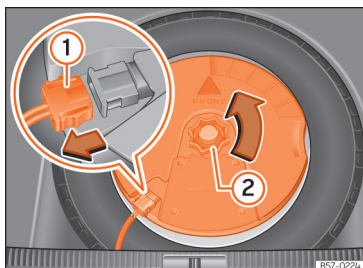

Abb. 275 Im Gepäckraum: Subwoofer ausbauen.
- Klemmen Sie das Subwoofer-Lautsprecher-Kabel ab »» Abb. 275 ①.
- Drehen Sie das Befestigungshandrad entgegen dem Uhrzeigersinn heraus ②.